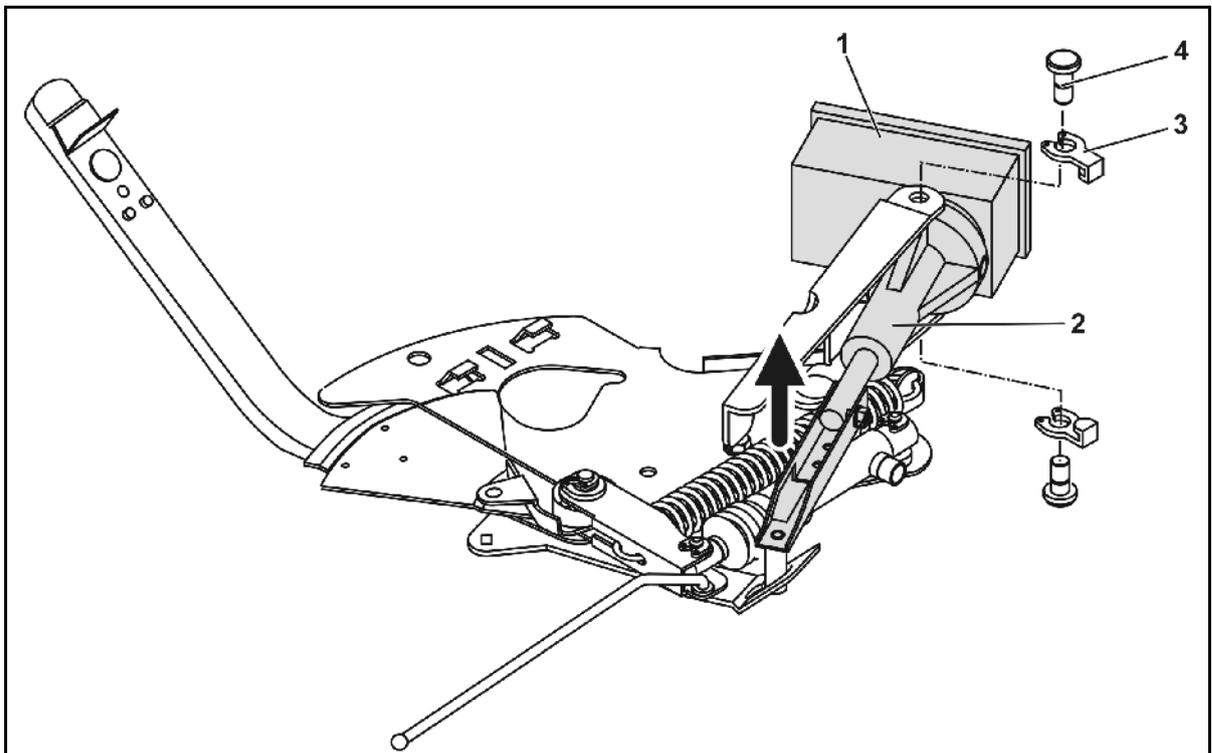

図 65
1. 両側の固定クリップ (図 65/3) をペンチで取り外します。
2. 両ヒンジボルト (図 65/4) を引き抜きます。
3. サーボモーター (図 65/1)
4. サーボモーターを持ち上げ、プッシュロッド (図 65/2)
取り外したプッシュロッド (図 65/2)